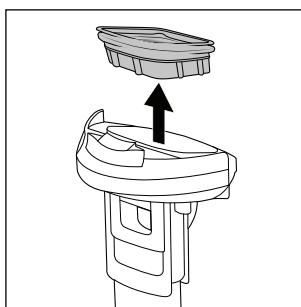

Abb. 24
- ◆ Entfernen Sie den Schmutzfilter **10** aus dem Schmutzwasserbehälter **2**, indem Sie mit den Fingern seitlich unter die Dichtung des Schmutzfilters **10** fassen. Ziehen Sie dann den Schmutzfilter **10** nach oben aus dem Deckel des Schmutzwasserbehälters **9** (siehe Abb. 24).